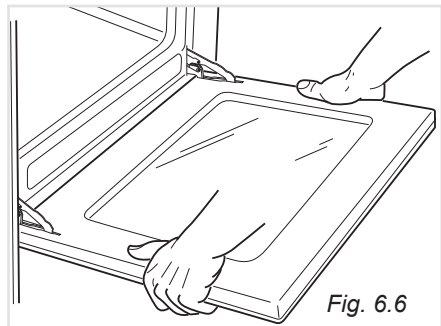

Fig. 6.6
- Impugnare la porta come illustrato in fig. 6.6.